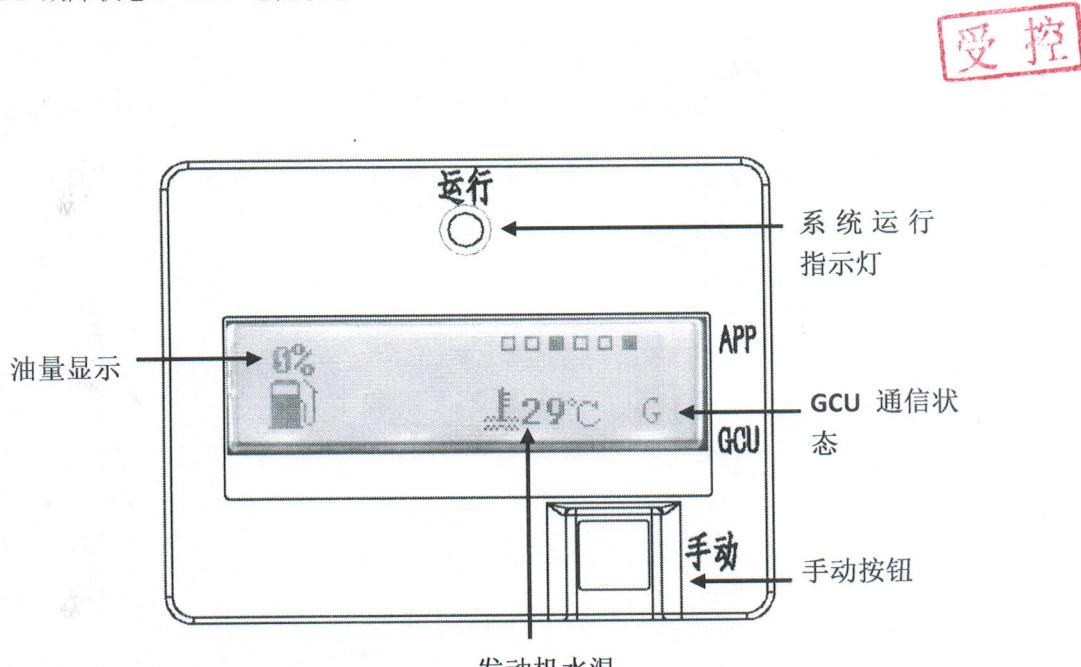

图 12 PDA 面板说明
如下图 12 所示，PDA 面板上带有运行指示灯（绿灯点亮表示增程器系统运行）。手动方形按钮可对增程器操作。液晶显示区域显示发动机的工作温度、剩余油量、增程器故障码、发动机 OBD 故障状态、GCU 通信状态。
- ◆ 当发动机发生 OBD 故障时，液晶界面会出现 OBD 故障指示，有闪烁、静止显示 2 种状态。无故障时不显示。如图 12。